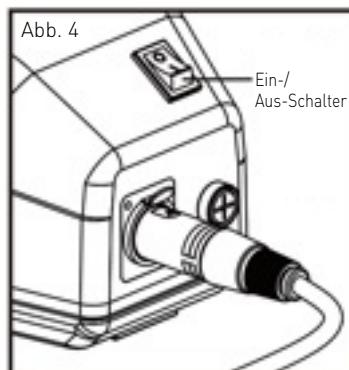

Abb. 4
3. Überprüfen Sie das Gerät vor der Verwendung. Schließen Sie den Dönerschneider an den Transformator an und öffnen Sie ihn (Abb.4). Schalten Sie ihn ein und lassen Sie ihn 1 Minute laufen, um zu prüfen, ob das Gerät korrekt läuft.